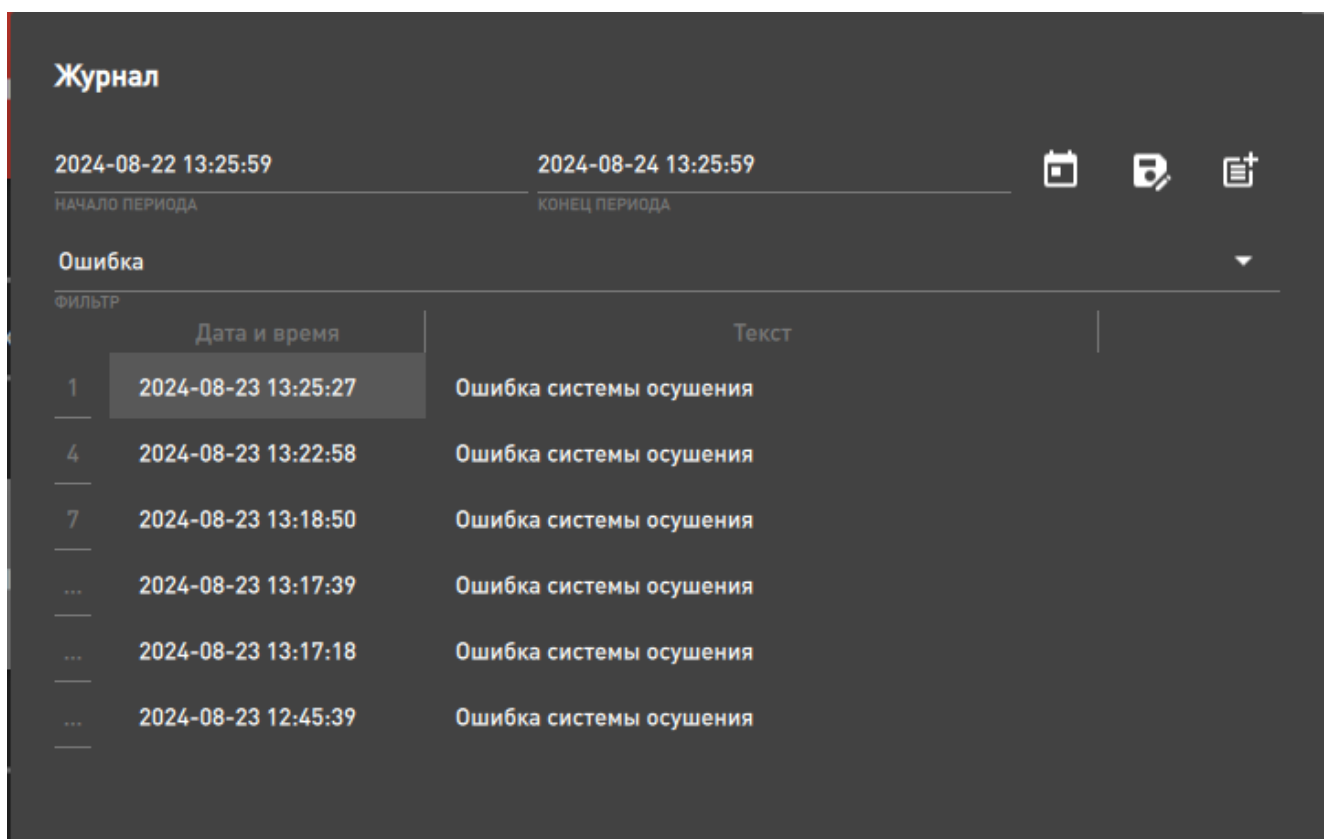

Рисунок 38 – Журнал. Поиск записей
– Вторая строка фильтра предназначена для поиска записи в установленном интервале времени по ключевому слову или фразе. Для использования фильтра введите значение в соответствующее поле ввода (см. Рисунок 38).